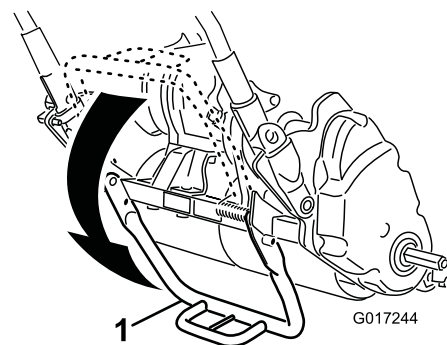

図 19
1. キックスタンドを立てるスタンドを足で下げながらハンドルで機体を持ち上げて機体をスタンドで支える 図 19。